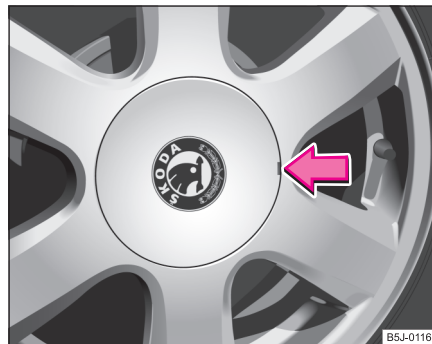

Abb. 169 Radzierkappe abziehen
- Hebeln Sie die Radzierkappe mit Hilfe des Abziehhakens vorsichtig ab ⇒ Abb. 169. ■